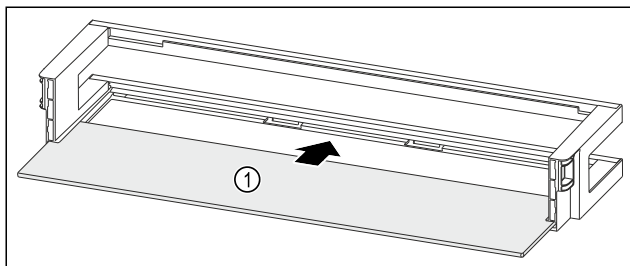

Fig. 90 Дверная полка со съемной полкой
- ▶ Вдвиньте съемную полку Fig. 90 (1) в боковые пазы.